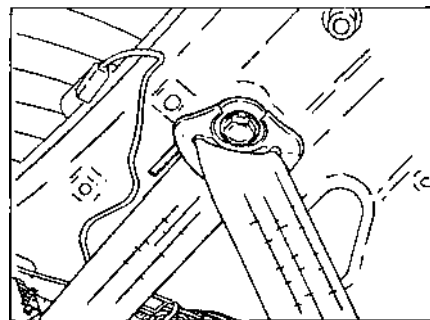

Рис. 9.12.
- Выкрутить болты и снять крепление ремня безопасности к задней стойке (рис. 9.12).